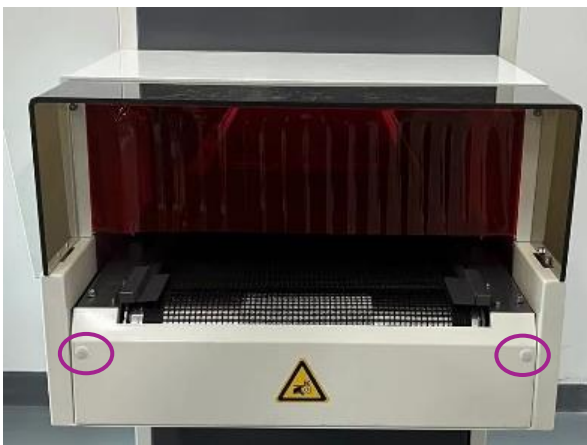

Abbildung 8.
- 2) An der Eingangsseite des Förderbands befinden sich zwei Spanschrauben. Zum Einstellen des Bandlaufs ziehen Sie einfach die Seite an, auf der das Band durch das Loch läuft (Abbildung 8.)